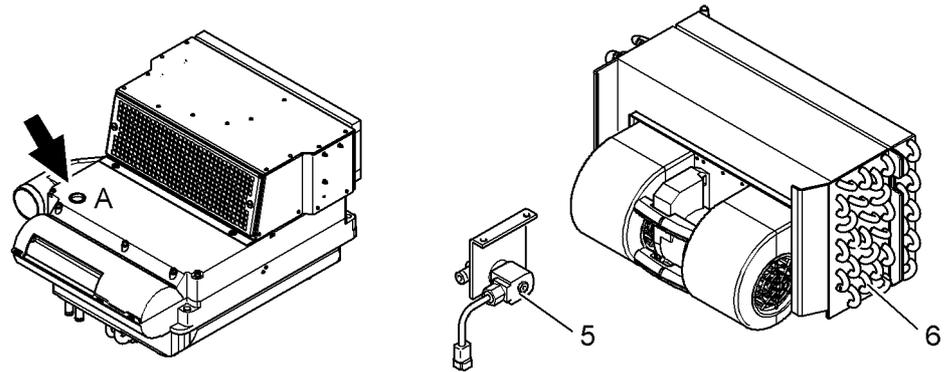

Fig. 5-83 Unidad de calefacción con válvula electromagnética
- Está estrictamente prohibido poner en funcionamiento la máquina sin este filtro aunque sea breve, ya que de lo contrario se atorará rápidamente el recuperador térmico **6** (véase Fig. 5-83).